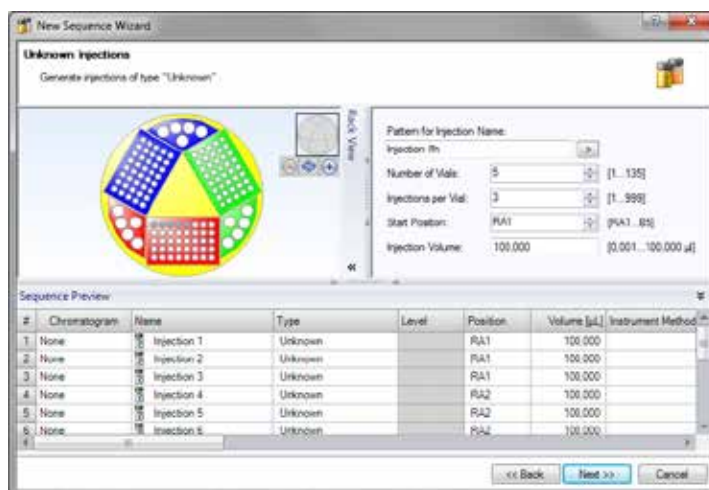

图 2. 样品架视图
**样品架视图** (图 2)： 如果自动进样器支持预览功能，则样品架视图将提供安装在所选仪器上的样品盘和样品架的图形表示。预览功能还可以便于用户确定自动进样器样品盘中第一个样品的位置。只需单击样品瓶即可指定所需的起始位置。起始位置编辑字段中的信息将自动更新。